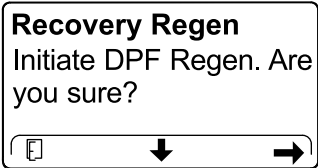

Figura 58
- En la pantalla INITIATE DPF REGEN (Iniciar regeneración de DPF), pulse el botón derecho para continuar (Figura 58).